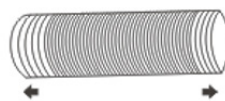

Abbildung 1
1. Ziehen Sie die Enden des Abluftschlauches etwas auseinander (siehe Abbildung 1)